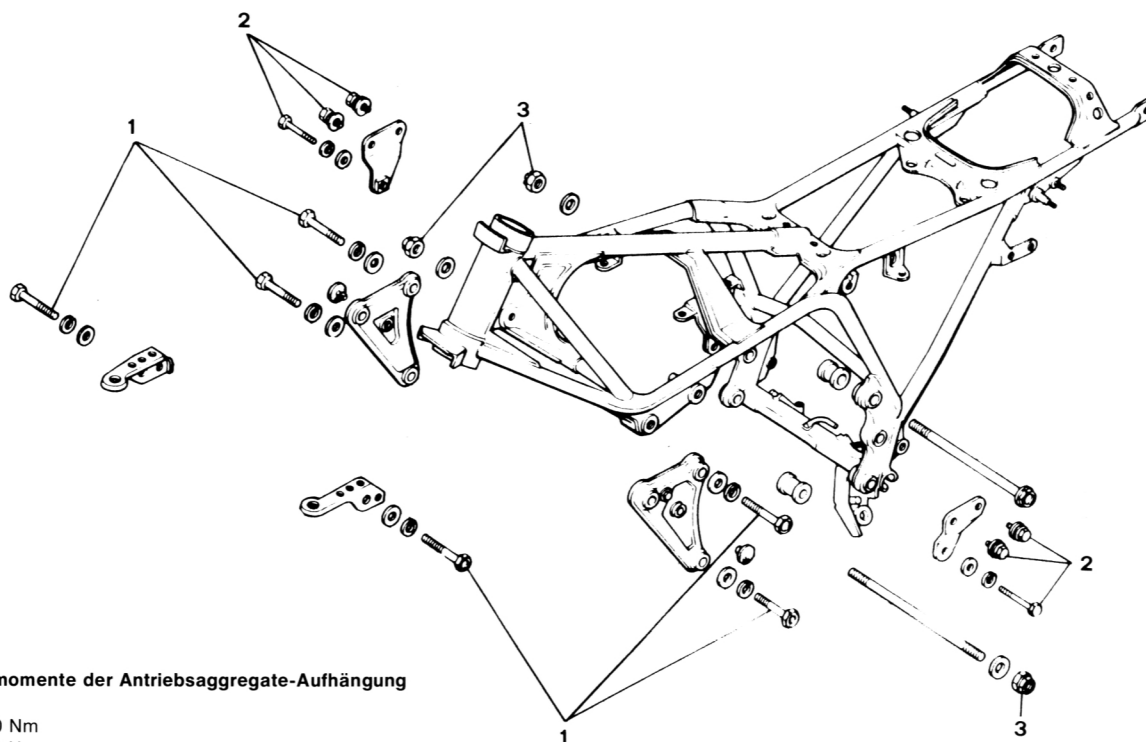

Bild 28
- Die Anzugsmomente der Aufhängung beachten (siehe Bild 28).